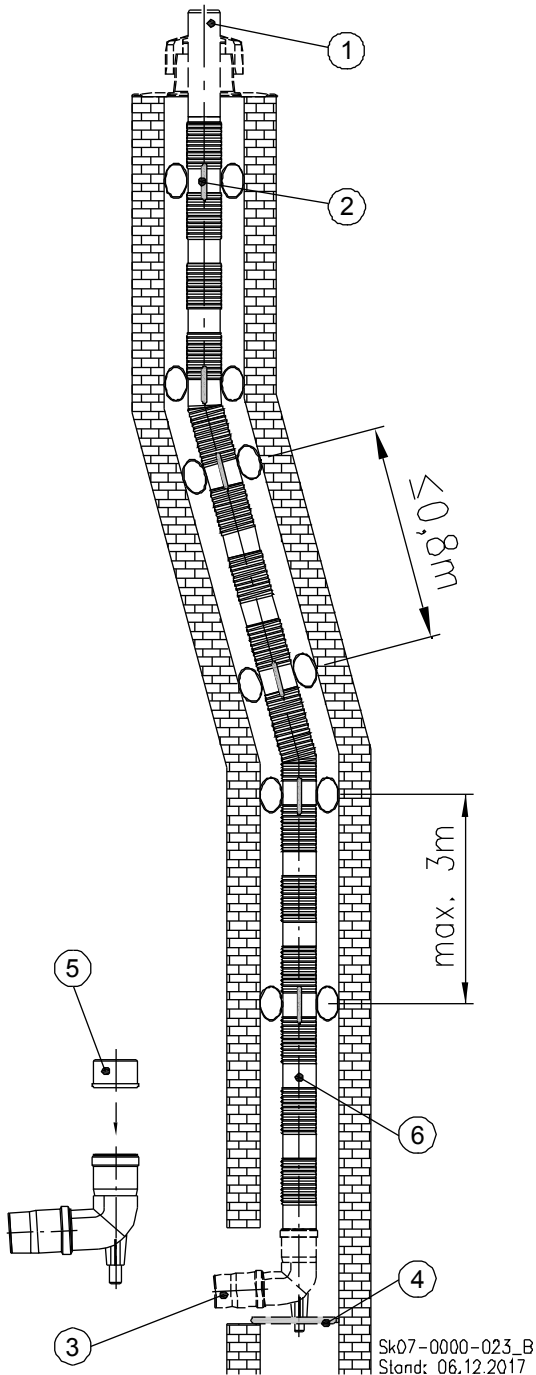
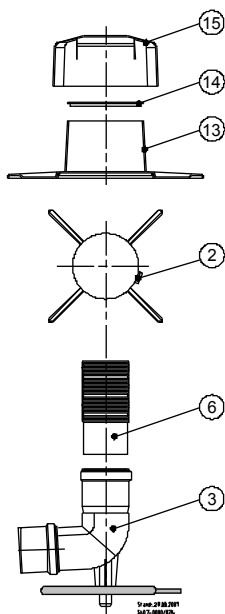

Abb. 51: Kaminsystem, flexibel
Abb. 53: Detail-Zeichnung Befestigung Schachtabdeckung
Legende zu Abb. 51:
- ➔ Säubern und entgraten Sie das Einsteckende des Abgasrohres ⑥ (s. Abb. 51).
- ➔ Reiben Sie das Einsteckende des Abgasrohres ⑥ mit säurefreiem Gleitmittel ein.
- ➔ Stecken Sie das sichtbare glatte Ende des Abgasrohres ⑥ in den auf dem Auflager sitzenden Stützbogen ③.
Legende zu Abb. 53:
②	Abstandhalter
③	Stützbogen mit Auflager
⑥	Flexibles Abgasrohr
⑬	Unterteil der Schachtabdeckung
⑭	Flexrohrklemme
⑮	Abdeckhaube
- ➔ Schieben Sie als erstes das Unterteil der Schachtabdeckung ⑬ (s. Abb. 53) über das Leitungsende Abgasrohr ① (s. Abb. 51).
- ➔ Spreizen Sie die Flexrohrklemme ⑭ auf.
- ➔ Schieben Sie die aufgespreizte Flexrohrklemme über das Leitungsende bis zum Unterteil der Schachtabdeckung ⑬.